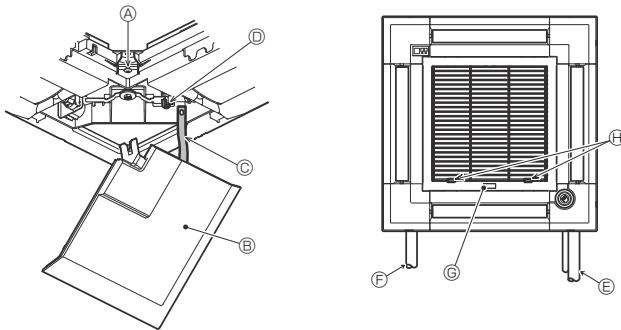

Fig. 7-12
7.5. Giriş izgarasının takılması (Fig. 7-12)